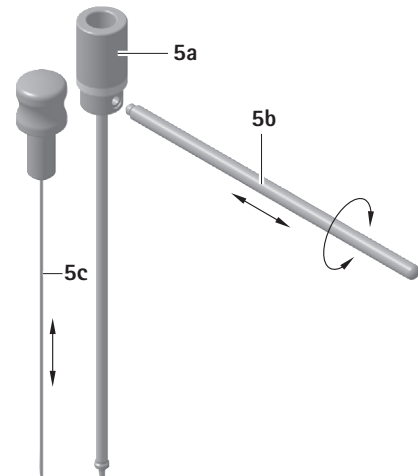

Fig. 1
- Colocar o êmbolo de impacto **5c** no tubo alvo **5a**, ver Fig. 1.